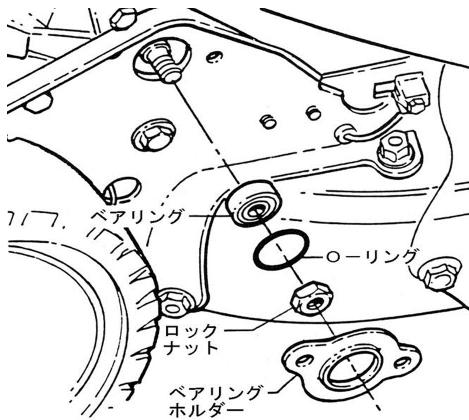

図 6-13
⑥ 六角シャフトブーリーのベアリングの交換
2. 9/16インチのスパナでロックナットを外します。（図6-13）